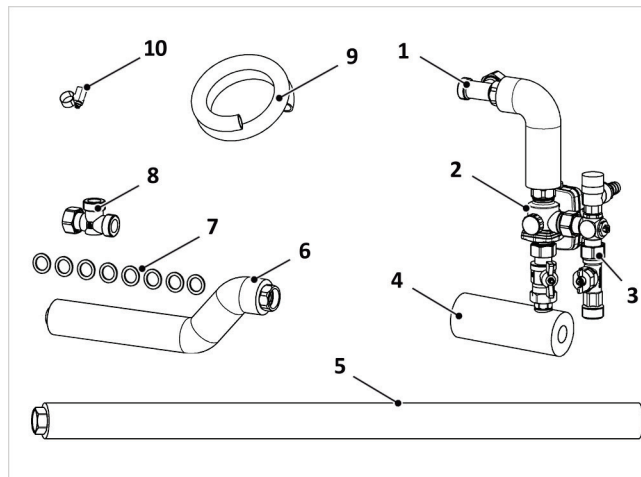
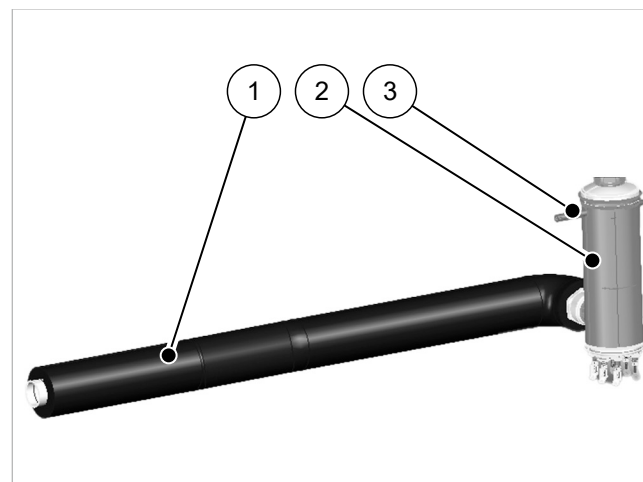

Fig. 2: Pacchetto di montaggio valvola LM WP-VSG / WP-SL-VSG 3-W
Fig. 7: Cartuccia di riscaldamento con tubo di mandata PC
Per l'identificazione delle parti vedere anche ➔ fig. 2, pag. 7.
Nella combinazione SolvisMax Solo con SolvisMia o SolvisLea Eco, il modulo di carica WP-SL-VSG è dotato di una cartuccia di riscaldamento (HPT) da integrare nella mandata della pompa di calore. Questo "kit di montaggio LM WP-SL HPT" (➔ Fig. 7) sostituisce qui il "Tubo di collegamento WP-VL", vedi ➔ Fig. 2 (5).